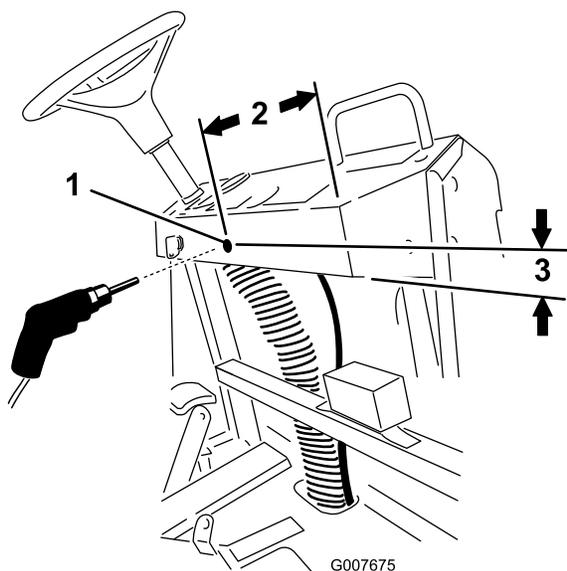

Figura 2
- A. Haga una señal a 25 cm del borde derecho del salpicadero y a 4 cm del borde inferior del salpicadero (Figura 2).